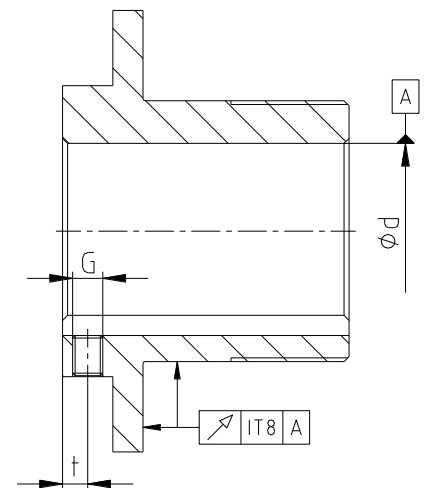

Fig. 13 : Concentricité et perpendicularité
- La concentricité et/ou la perpendicularité (voir fig. 13) doivent être respectées.